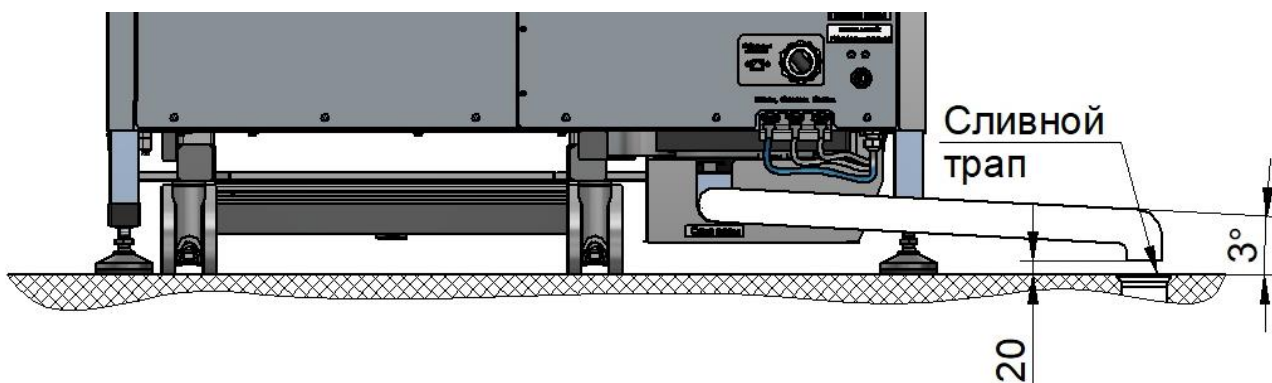

Рис. 6 Подключение пароконвектомата к канализации – слив в трап (пол) с разрывом струи
- канализация для подключения пароконвектомата (см. рис. 6);
Используя полипропиленовые канализационные трубы внутренним диаметром 50 мм выполнить подключение пароконвектомата (см. рис. 2 поз. 5) к системе канализации (см. рис. 6). Следует предусматривать присоединение с разрывом струи не менее 20 мм от верха приемной воронки (СНиП 2.04. 01-85 п. 17.11).